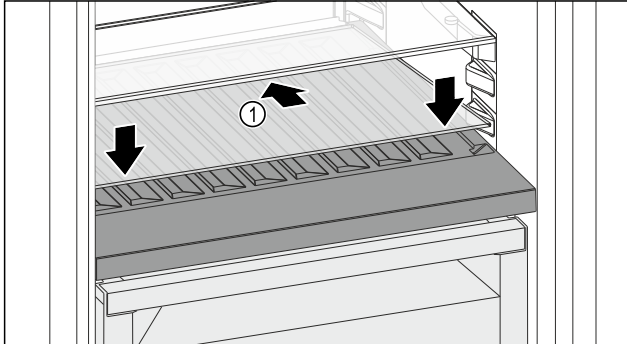

Fig. 182
- Вставте скляну полицю Fig. 182 (1) під кутом, нахиливши назад і донизу.
- Опустіть скляну полицю Fig. 182 (1) вперед.